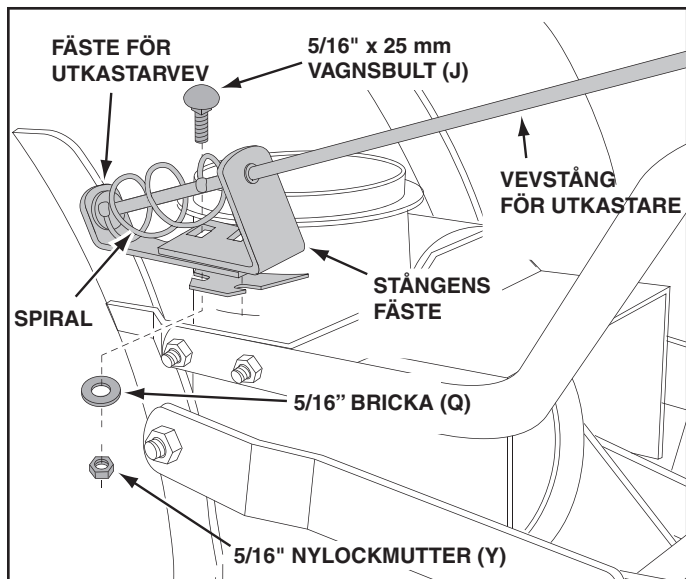

BILD 51
STEG 52: (SE BILD 51)
- Sätt utkastarröret (riktat framåt) på ringen. Placera rotationsspärren överst på utkastarrörets fläns så att den hamnar mitt för hålen på flänsens högra sida. Montera de tre utkastarstyrningarna (BB) (vända åt rätt håll enligt bilden) på undersidan av flänsen med sex 25 mm långa 1/4" sexkantsskruvar (D), 1/4" plana brickor (P) och 1/4" låsmutterar med fläns (V). **Dra åt försiktigt** så att muttrarna bottnar utan att skjunka ner i utkastarstyrningarna av plast.
- Sätt plasthatten (HH) på den korta änden av rotations-spärren.
- Placera vevstångens spiral (se bild 51) så att den inte går emot botten på spåren i utkastarrörets fläns. **Dra åt** muttrarna.
- Fäst manövernajrarna i vevstångens stödrör med ett buntband (II).